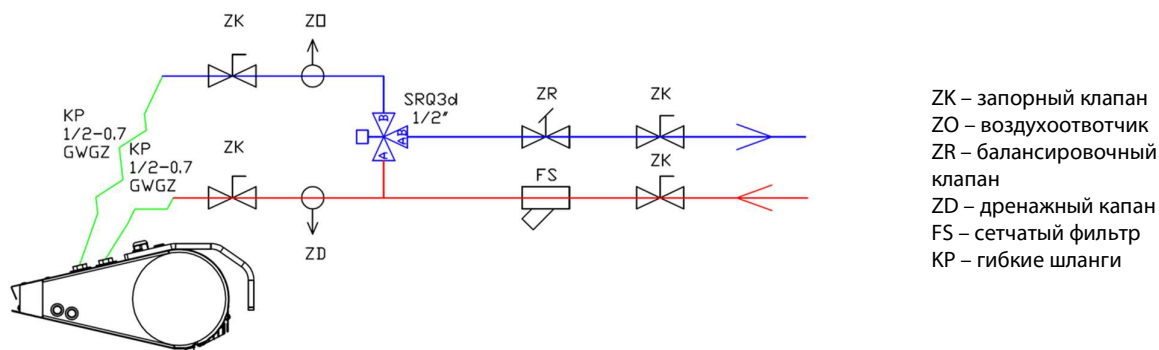

РИС. 17.3 ПРИМЕР СИСТЕМЫ СОЕДИНЕНИЯ ГИДРАВЛИЧЕСКИХ ЭЛЕМЕНТОВ.
4. Установка должна быть выполнена таким образом, чтобы в случае аварии, можно было демонтировать устройство (рекомендуется использование гибких подводков). Для этого примените запорную арматуру прямо на устройстве. (Рис. 17.3)